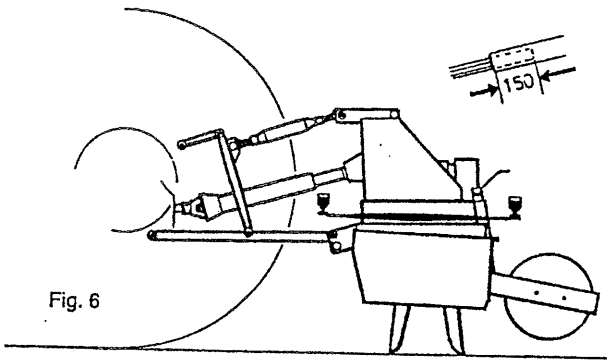

Fig. 6
With the Harrovator on a firm level surface adjust the Depth Control equipment until the Gearbox input shaft is horizontal (Fig. 6).
Attach stabiliser bar or check chains to limit sway to 50 mm (2"). Adjust tractor linkage to level the Harrovator laterally and longitudinally (Figs. 6 and 8).
La Herse Rotative reposant horizontalement sur le sol (figure 6), reculer le tracteur jusqu'à ce que les parties coulissantes du cardan soient guidées sur environ 150 mm.
- les longueurs des chandelles soient ajustées de telle façon que l'appareil travaille horizontalement (figures 6 et 8);
Den Oberlenker mittels Anbaubolzen am Rotavator-Anbaubock befestigen und mit Klappsplint sichern. Durch Verlängern oder Kürzen des Oberlenkers wird der Rotavator waagrecht ausgerichtet (siehe Fig. 6).
Con l' Harrovator perfettamente orizzontale su una superficie piana, agire sul dispositivo di Regolazione della Profondità finché l'albero della scatola del cambio è orizzontale (vedere Fig. 6).
Attaccare le barre stabilizzatrici o controllare le catene per limitare l'ondeggiamento a 50 mm. Regolare l'attacco del trattore in modo che il Rotavator sia perfettamente orizzontale sia lateralmente che longitudinalmente (Figure 6 e 8).